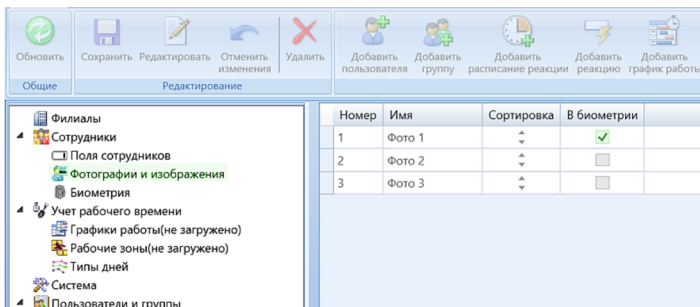

Рис. 14. Выбор эталонного фото сотрудника для распознавания
1. В разделе «Фотографии и изображения» через кнопку «Редактировать» отметьте флажком одно фото сотрудника, которое будет использоваться для распознавания лица (рис. 14). Отмечайте только одну фотографию.